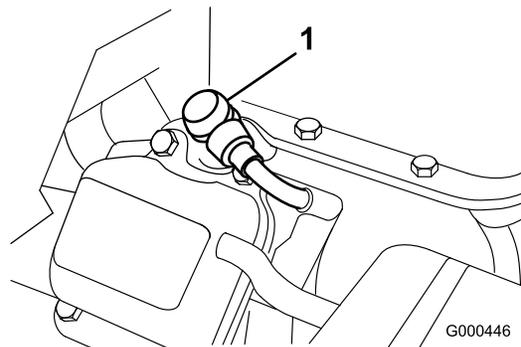

Figura 29
1. Desconecte el cable moldeado de la bujía (Figura 29).